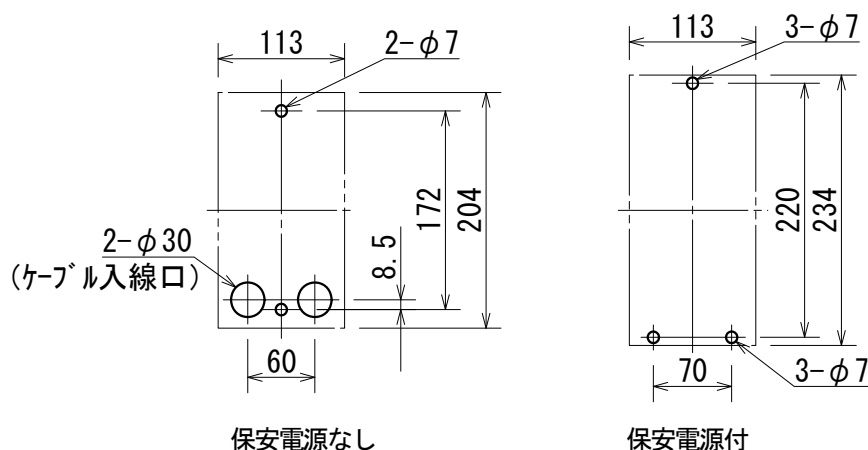

図6 壁掛式 取付穴寸法図
(1) 壁掛式の取付方法
- ① 壁に取付穴を図6のようにあけてください。
- ② 保安電源付の場合は付属の取付板2枚を本体上下に取り付けてください。
- ③ 取付穴にアンカーを打ち込み、まず上側の穴にボルトを取り付けてください。
- ④ 本体の上側のダルマ穴にボルトを引っ掛け下側にボルトを取り付け、上下のボルトを締め付けてください。